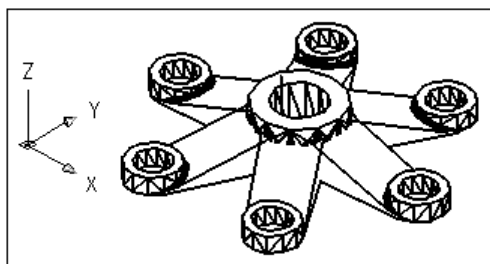

Рис. 6.3. Тело, созданное круговым массивом
8. Аналогично задать координаты второй точки оси поворота (результат показан на рис. 6.3).